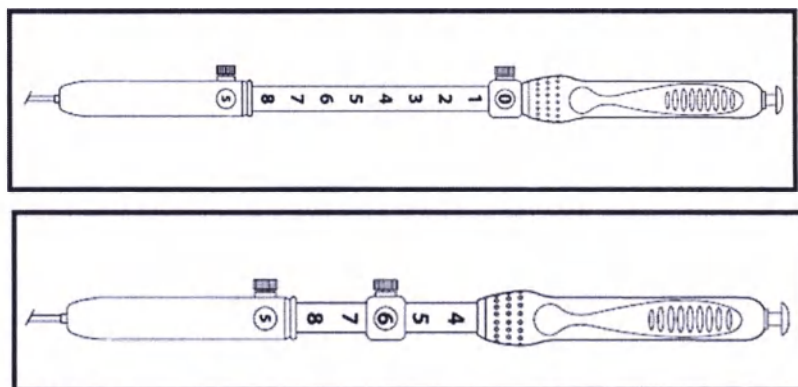

Рис. 2
6. Сохраняя положение эндоскопа, установите удлинитель иглы на нужную длину, ослабив винт-барашек на предохранительном кольце и продвигая его до тех пор, пока в окне предохранительного кольца не появится нужная контрольная отметка для длины иглы (рис. 2). Затяните винт, чтобы зафиксировать предохранительное кольцо на месте. **Примечание:** Номер в окне безопасности предохранительного кольца указывает на расширение иглы в сантиметрах. **Внимание:** во время регулировки или удлинения иглы убедитесь, что устройство подключено к вспомогательному каналу эндоскопа. Неправильное подключение устройства до регулировки или удлинения иглы может привести к повреждению эндоскопа.